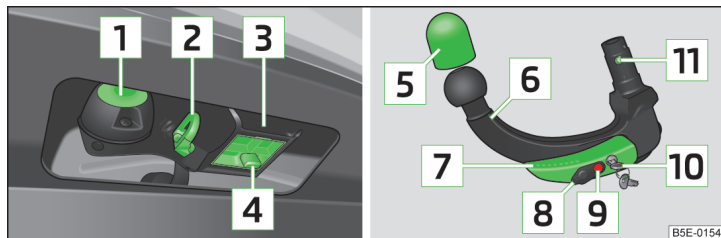

Fig. 155 Soporte del dispositivo de enganche para remolque / barra de cabeza esférica
Soporte del dispositivo de remolque y barra de cabeza esférica » fig. 155
- Extraiga la tapa **[4]** » fig. 155 de la página 175 hacia abajo.
- Coloque la caperuza cobertera **4** » fig. 155 de la página 175 en la cavidad de alojamiento.